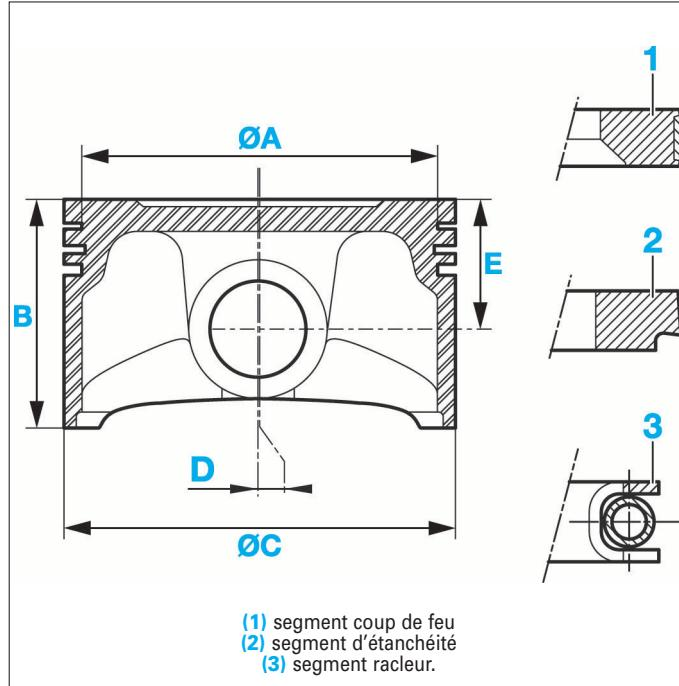

FIG. 11
**Caractéristiques des pistons (mm) (Fig.11)**